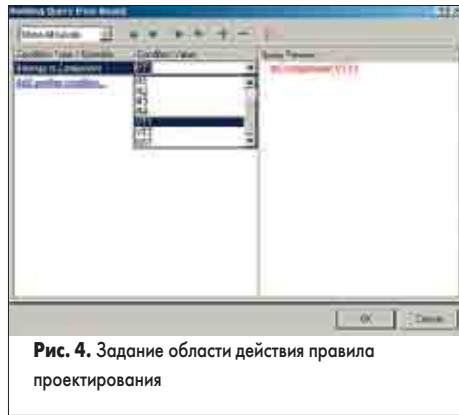

Рис. 4. Задание области действия правила проектирования
4. Далее в поле Where the First object matches (первое подмножество объектов) выберем опцию Advanced (Query) и нажмем кнопку Query Builder. Появится окно Building Query From Board (рис. 4).